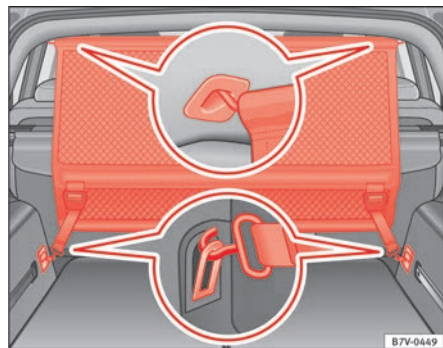

Fig. 94 En el maletero: Montar la red de separación detrás de la segunda hilera de asientos.
- Enganche la red de separación en el soporte izquierdo trasero del techo ⇒ fig. 94 ①. Asegúrese para ello de guiar la varilla desde la parte superior hacia abajo.
- Sujete los dos ganchos de la red de separación en las cintas delanteras del maletero ② y tense los cinturones. ▶